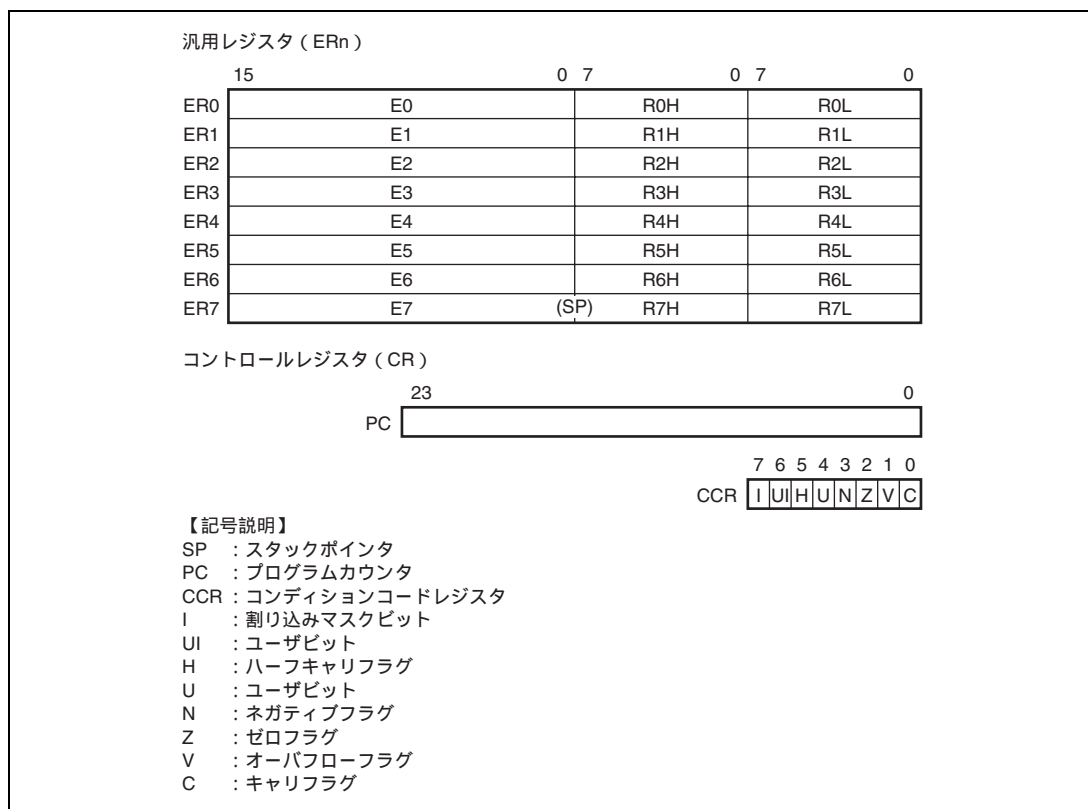

図 2.2 CPU 内部レジスタ構成
H8/300H CPU の内部レジスタ構成を図 2.2 に示します。これらのレジスタは、汎用レジスタとコントロールレジスタの 2 つに分類されます。コントロールレジスタには 24 ビットのプログラムカウンタ (PC) と 8 ビットのコンディションコードレジスタ (CCR) があります。